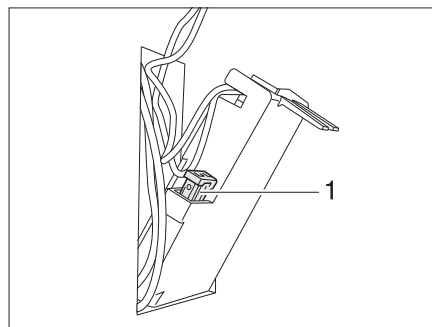

Fig. 161 Fusible del inodoro Thetford
- Cambiar el fusible (Fig. 161,1).